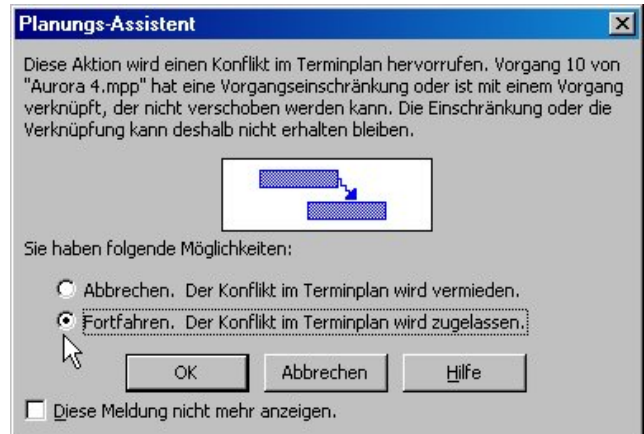

Bild 17: Hinweis auf den Terminplankonflikt.
Der Vorgang, für den wir die Einschränkung vorgenommen haben, ist mit anderen Vorgängen verknüpft, d.h. sein Termin wird einerseits berechnet, andererseits legen wir ihn fest. Falls sich der Termin eines Vorgängers so ändert, dass sich ein berechneter Termin später als der Einschränkungstermin ergeben würde, führt das zu einem Terminplankonflikt. In diesem Fall erhalten Sie einen Warnhinweis (Bild 17). Wenn Sie im entsprechenden Hinweis-Dialog die Option "Fortfahren" wählen, sehen Sie den Konflikt im Plan.
- Die Projektleitung wird gewarnt, wenn die festen Termine in Gefahr geraten (siehe Bild 17).